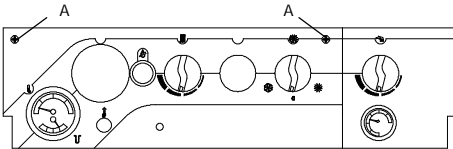

fig. 6.1
- 3 Togliere le due viti "A" indicate in fig. 6.1 e ribaltare il pannello comandi in avanti.